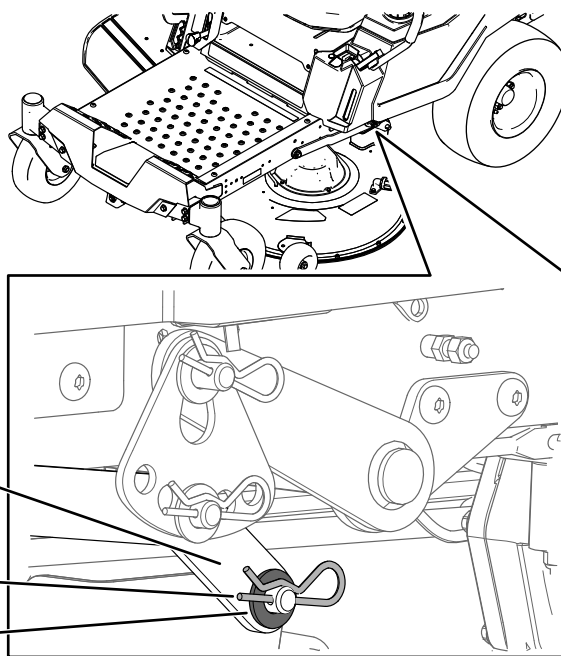

**Рисунок 73**
5. Снимите шплинт с переднего опорного стержня и снимите стержень с кронштейна деки (Рисунок 73).
8. Прикрепите передний опорный стержень к деке газонокосилки с помощью шплинтуемого штифта и шплинта (Рисунок 73).